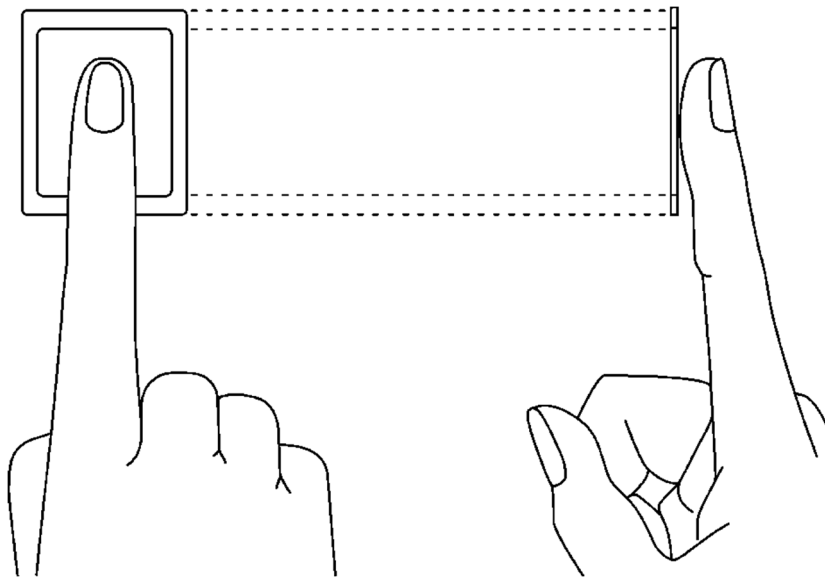

Fig. 5 Posicionamento correcto do dedo no scanner ótico
- A fig. 5 indica a colocação adequada dos dedos para a leitura das impressões digitais. No caso das crianças (impressões digitais pequenas), recomenda-se a verificação da leitura das impressões digitais antes da instalação do leitor de digitais FPAC-MAX.